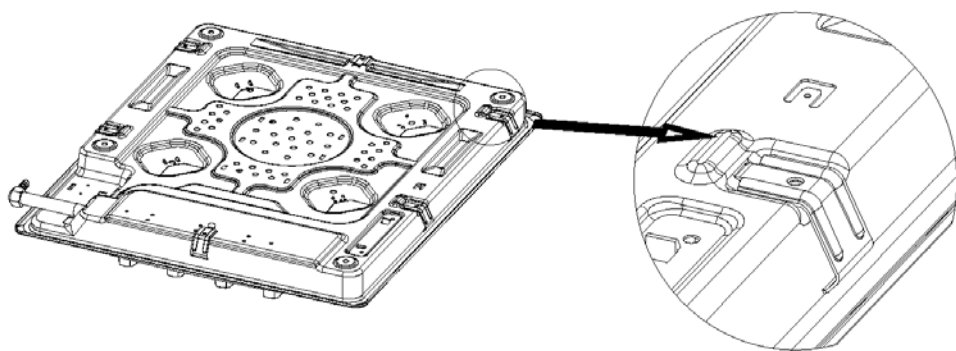

Рис. 5
7.1.5. Варочную поверхность закрепить в столешнице четырьмя прижимными скобами (Рис. 5)